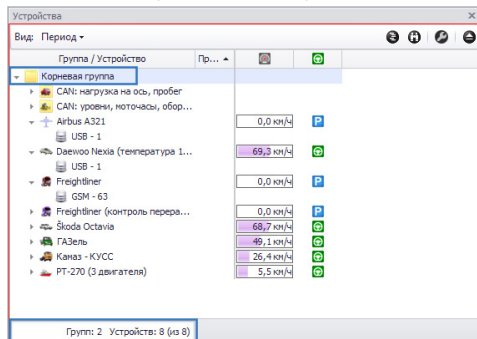

Рис.45. Итоговая строка при выборе группы ТС.
- если курсор установлен на группу, то количество групп и количество устройств в группе, от которых есть данные, в круглых скобках – общее количество устройств в группе (**Рис.45**).